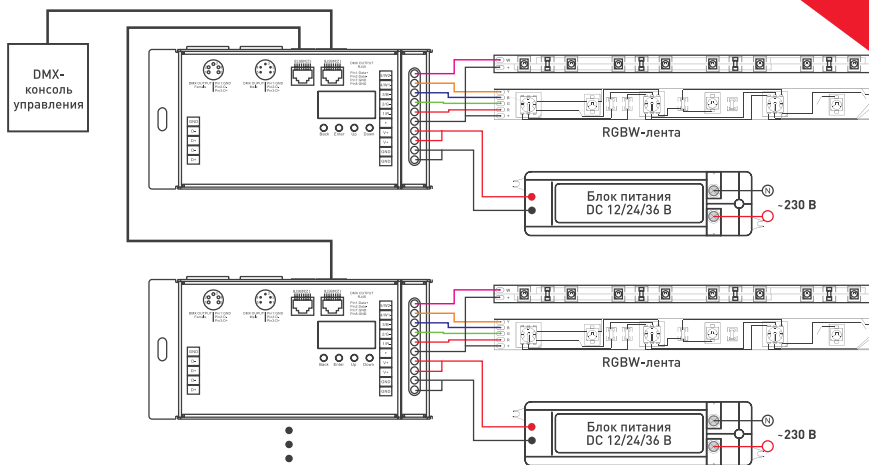

Рис. 2. Схема подключения декодера.
- 3.3. Выполните подключение декодера в соответствии со схемой Рис. 2 и маркировкой на корпусе декодера.